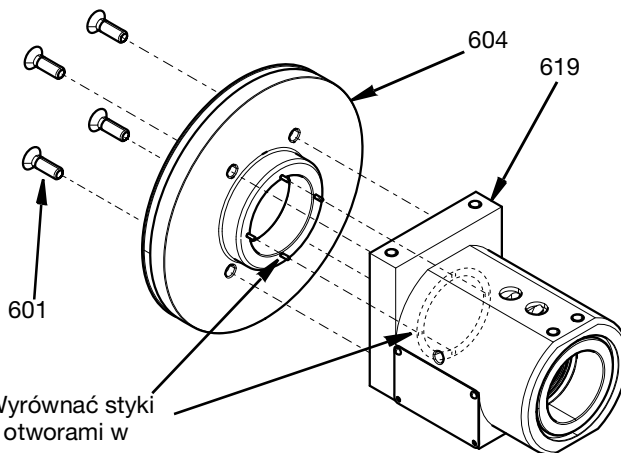

FIG. 23
3. Połączyć obudowę łożyska (604) z obudową obrotową (619) za pomocą czterech śrub M5 (601). Dokręcić momentem 29,2 in-lb (3,3 N•m). Zwrócić uwagę na cztery sworznie w linii obudowy łożyska i zamocować je w czterech otworach w złączce rozdzielacza pierścienia powietrza (605). Patrz FIG. 23.